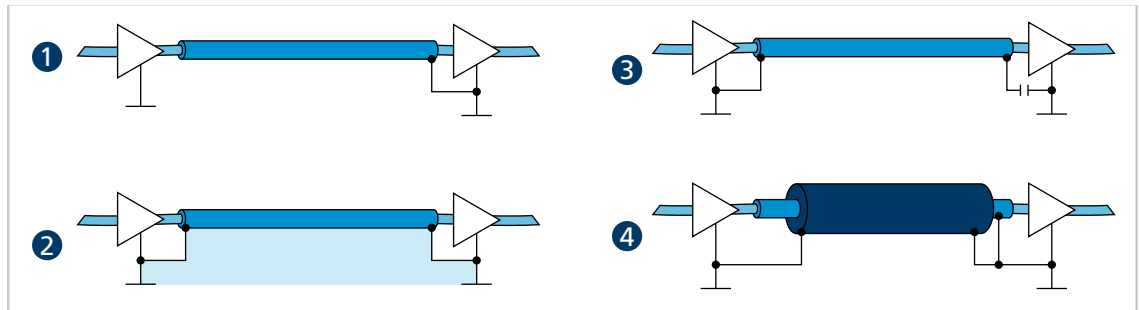

Abb. 15: Verschiedene Möglichkeiten der Schirmanbindung
- ▶ Die Motorphasen in einem Schirm, getrennt von den Sensor- oder Encodersignalen, führen und mindestens motorseitig auflegen (siehe 1 bzw. 2 in Abb. 15).
Optional können die Sensorsignale mit den Motorphasen in einem gemeinsamen Kabel/Isolationsschlauch unter Verwendung eines weiteren Außenschirmgeflechts geführt werden. Dieses Außenschirmgeflecht muss beidseitig aufgelegt werden (z. B. 4 in Abb. 15). Eine Lösung wie 2 in Abb. 15 ist für diese Konfiguration nicht in jedem Fall funktionsfähig. Falls dies durch Erdversatz nicht möglich ist, die HF-Verbindung über speziell geeignete Kondensatoren (z. B. Safety-Kondensatoren wie Y1/Y2/X1/X2, siehe 3 in Abb. 15) herstellen. Dabei den Schirm außer an Motoranschluss- und Controllerseite nicht mehrfach auflegen.